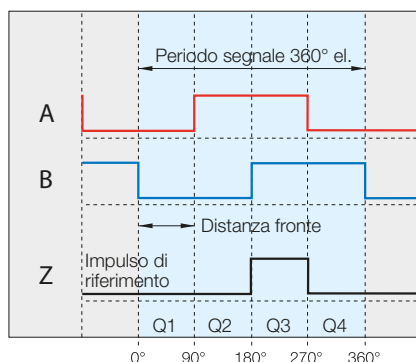
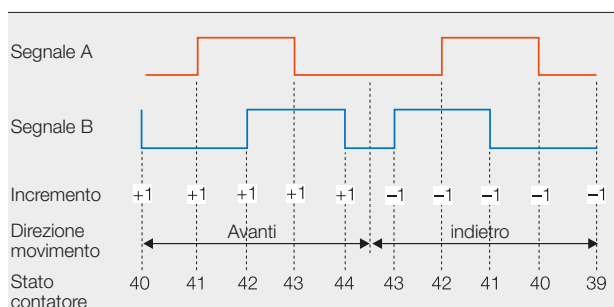

Fig. 6-1: Segnali di uscita digitali nel movimento in avanti
Fig. 6-2: Segnali di uscita BML con contaperiodi
Gli impulsi digitali A/B vengono interpolati nella testa sensore. I due impulsi digitali A e B sono sfasati elettricamente di 90°, il segno dello sfasamento dipende dalla direzione del movimento del sensore (Fig. 6-2). Ogni cambiamento di fronte di A o B viene contato dal contaperiodi (contatore up/down). Con segnale A anticipato, il contatore progredisce, con segnale B anticipato regredisce. L'unità di controllo quindi conosce in ogni momento la posizione esatta di incremento senza dover interrogare periodicamente il sensore (capacità tempo reale). La posizione del segnale Z può essere differente (Q1...Q4, vedere Fig. 6-1). Si trova però sempre nella posizione fisicamente corretta ed ha sempre l'ampiezza di un incremento.
- Un segnale di riferimento con periodo polare (periodo = 10 mm, larghezza segnale di riferimento = distanza fronte, Fig. 6-1). Se devono essere trasmessi più segnali di riferimento, deve essere montato un interruttore di selezione esterno sul segnale del punto di riferimento selezionato.